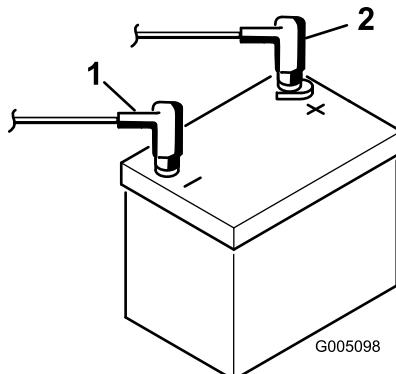

図 7
9. 赤いプラスケーブルをバッテリーのプラス端子に、黒いマイナスケーブルはバッテリーのマイナス端子にはめ、ボルトとナットで固定する **図 7**。ショート防止のために端子にゴムキャップをかぶせる。